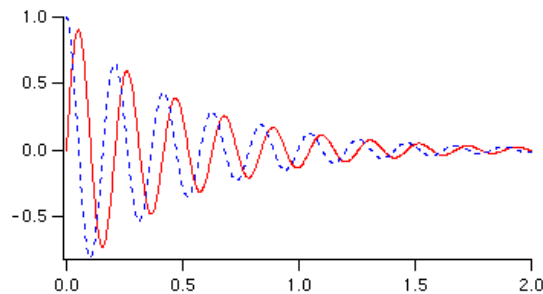
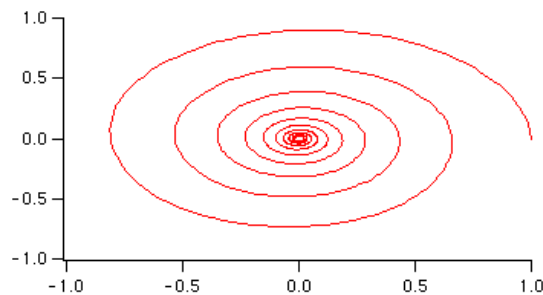

Fig. 5 : Courbe obtenue
Fig. 6 : Portrait de phase
8. Les courbes obtenues, représentées sur la figure 5, peuvent être vues comme la position et la vitesse d'un oscillateur amorti. Pour obtenir un portrait de phase (cf. figure 6), il suffit de tracer **ytest** en fonction de **xtest** dans *Windows* \triangleright *New Graph*.
9. Pour obtenir des axes plus appropriés, double-cliquer sur l'un des axes, pointer l'onglet *Axis Range*. On obtient alors la courbe représentée sur la figure 6.